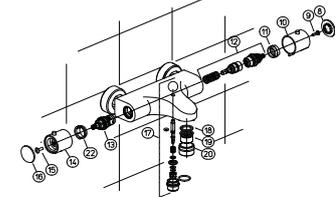

Fig.02
- 01** **DEMONTAGE DE LA CARTOUCHE THERMOSTATIQUE - (Fig.02)**
- 02** **DEMONTAGE DE LA TETE - (Fig.02)** - Enlevez la pastille (16), dévissez la vis (15) et extraire la poignée (14). Dévissez la tête (13) et la remplacer si nécessaire. Pour le montage, procédez dans l'ordre inverse.
- 03** **REPLACEMENT DE L'INVERSEUR - (Fig.02)** - Pour remplacer l'inverseur (17), dévissez le raccord fileté avec une clé. Poussez vers le haut et s'assurez de ne pas perdre les composants (joints, ressorts). Nettoyez les joints et les graissez si nécessaire. Pour le montage, procédez dans l'ordre inverse.
- 04** **ENTRETIEN DU MOUSSEUR** - Nettoyez régulièrement le mousseur afin d'éviter l'accumulation d'impuretés et de résidus de calcaire qui pourraient graduellement diminuer le débit. Dévissez le mousseur (20) et nettoyez le filtre (19) des impuretés. Remontez le mousseur (20) en procédant en sens inverse et en vous assurant de positionner le joint (18) correctement.